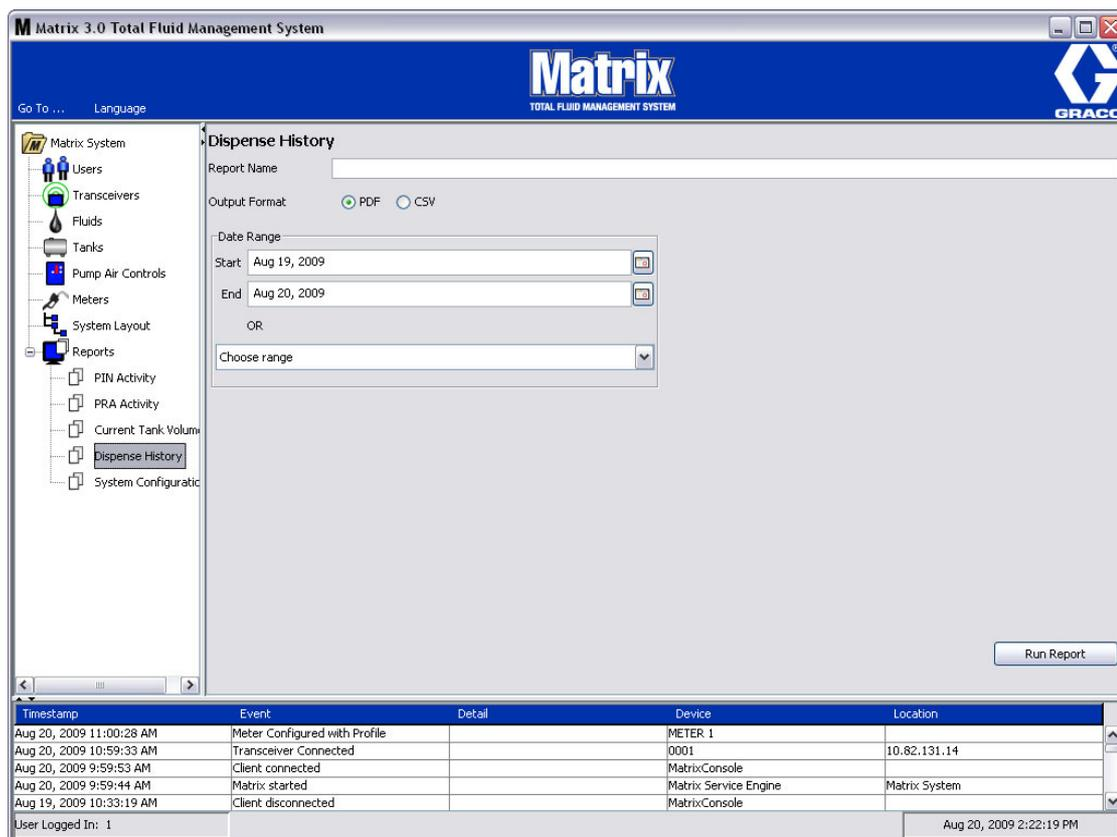

FIG. 107
- **Historique de distribution (FIG. 107)**